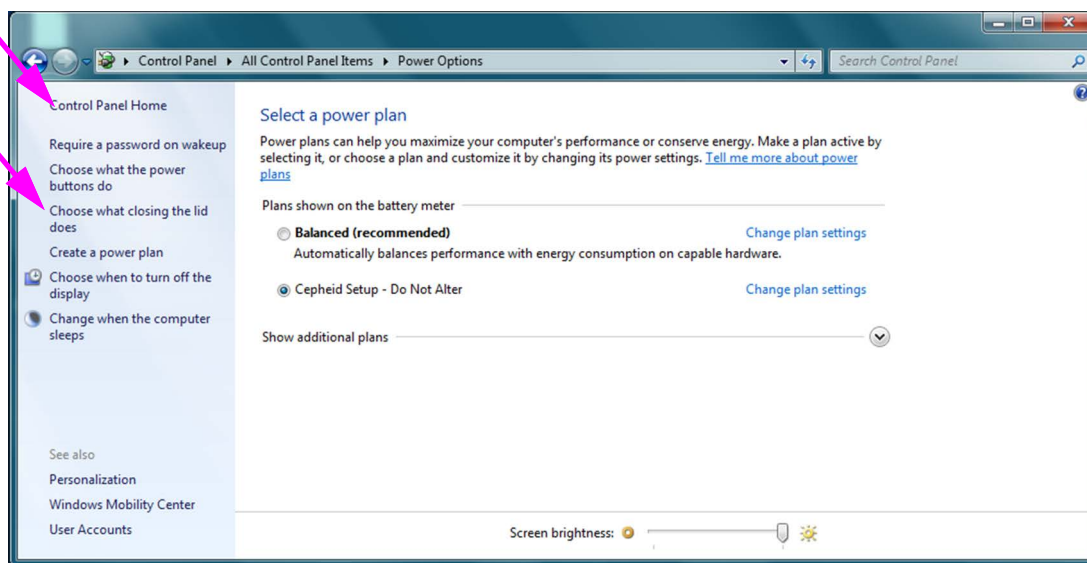

Figure 2-22. Fenêtre Power Options (Options d'alimentation)
- A. **Ordinateurs de bureau** : Vérifiez que la valeur **Setting (Paramètre)** est définie sur zéro (0) ou **Never (Jamais)**. Si ce n'est pas le cas, modifiez la valeur **Setting (Paramètre)** à zéro (0) ou **Never (Jamais)**.
- B. **Pour les portables uniquement** : Vérifiez que les valeurs **On battery (Sur la batterie)** et **Plugged in (Sur secteur)** sont définies sur **Never (Jamais)**. Si ce n'est pas le cas, cliquez sur **On battery (Sur la batterie)** et/ou sur **Plugged in (Sur secteur)**, puis utilisez les flèches vers le haut/vers le bas pour définir leurs valeurs sur zéro (0) dans l'option sélectionnable.
8. Cliquez sur **Cancel (Annuler)** pour fermer la fenêtre Edit Plan Settings (Modifier les paramètres du plan). La fenêtre Power Options (Options d'alimentation) s'affiche (voir la Figure 2-22).